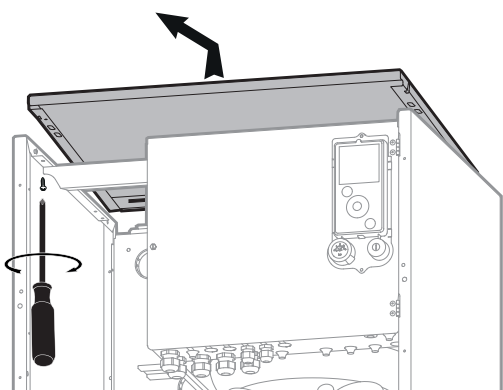

**fig. 19 - Espaços mínimos de instalação em torno do módulo hidráulico para a manutenção**
- Para facilitar as operações de manutenção e permitir o acesso aos diferentes órgãos, recomenda-se de prever um espaço suficiente à volta do módulo hidráulico (fig. 19).